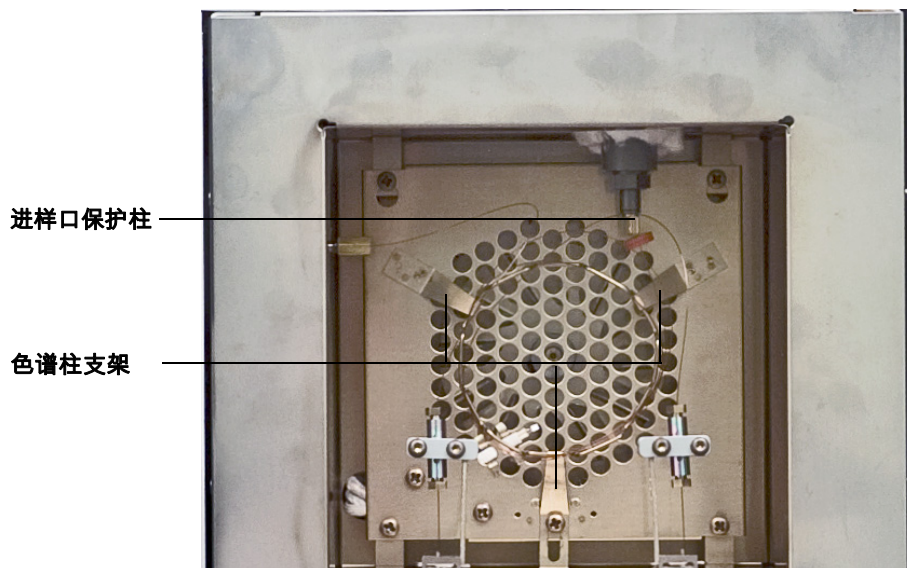

图 7 色谱柱支架
11 小心地将保护柱沿顺时针方向绕到三个色谱柱支架上。请参见图 7。
- 10 小心地将保护柱沿顺时针方向绕到三个色谱柱支架上。请参见图 7。